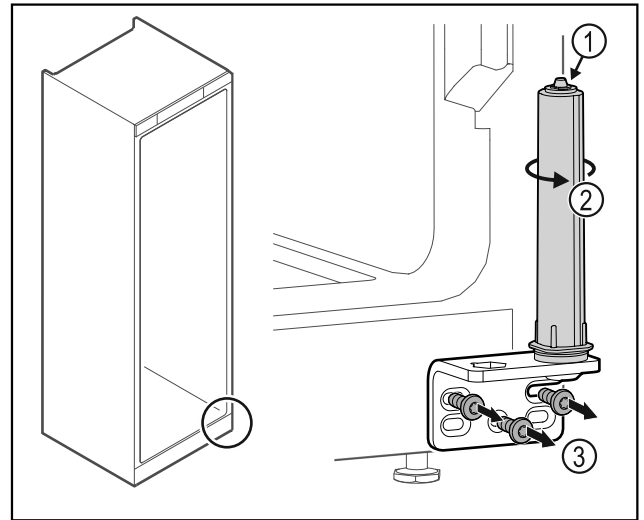

Fig. 32
- Türschließsystem nicht zerlegen Fig. 32 (1).
- Schließsystem Fig. 32 (2) drehen, bis es klickt.
- Scharnierwinkel Fig. 32 (3) abschrauben.